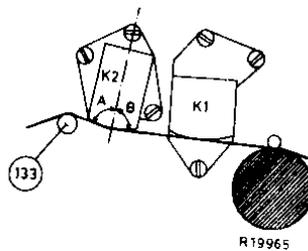

Fig. 14
5. Pousser la coulisse 57 si loin vers l'avant avec la main que les angles que le ruban fait avec la ligne axiale de la tête d'effacement soient aussi grandsaux deux côtés (A et B dans la fig. 14).